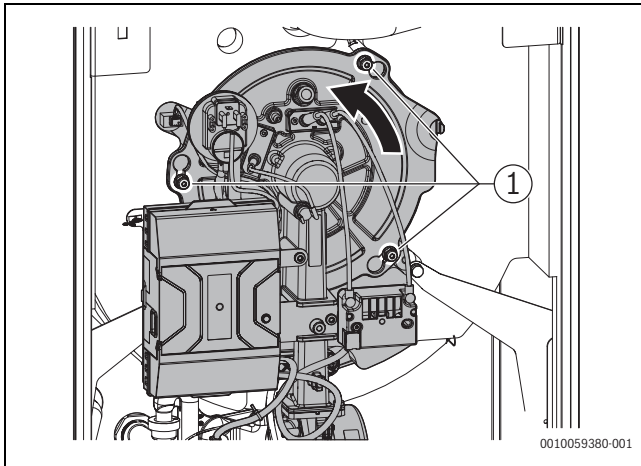

Bild 62 Befestigungsmutter lösen
- ▶ Drei Befestigungsmuttern (→Bild 62, [1]) lösen.